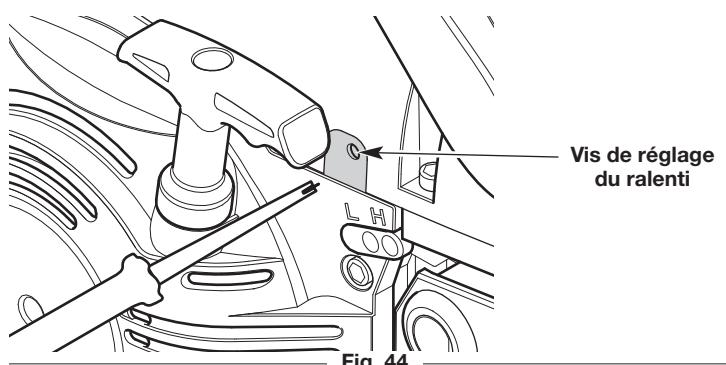

Fig. 44
- Si le moteur s'arrête, utilisez un petit tournevis à tête plate pour tourner la vis de ralenti vers la droite, de 1/8 de tour à la fois (le cas échéant) jusqu'à ce que le moteur tourne au ralenti en douceur (Fig. 44).
- Si le moteur tourne trop rapidement au ralenti, tournez la vis de ralenti vers la gauche, de 1/8 de tour à la fois (le cas échéant) pour réduire le régime du ralenti (Fig. 44).